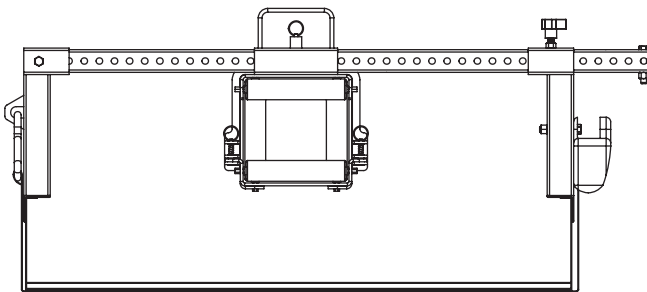

Figure 2
- Attacher le guide-câble au chemin de câbles comme à la Figure 2. Pour fixer le guide-câble au chemin de câbles, libérer la sangle à cliquet, tirer la sangle sous le chemin de câbles, attacher le crochet à l'oreille sur le montant opposé et bien retendre la sangle à l'aide du cliquet.